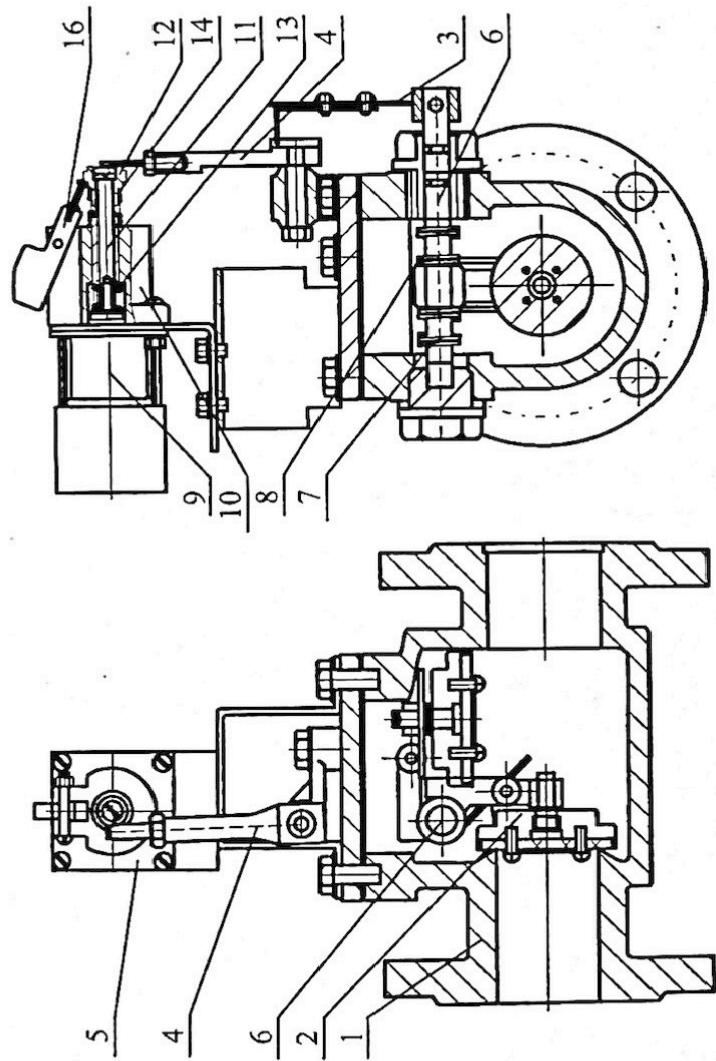

Рисунок 3
Клапан состоит из корпуса 1 (см. рис. 3) с седлом, рабочего клапана 2, рычагов управления 3 и 4, электромагнита 5.
2.3.1. Зацепить рычаги 3, 4 в соответствии с рис. 3.